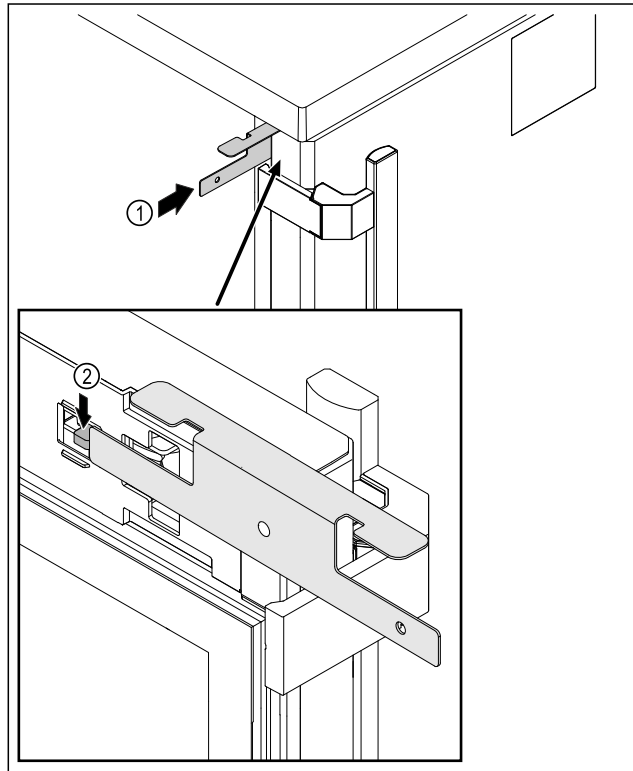

Fig. 221
- ▶ Notentriegelungsschlüssel Fig. 221 (1) zwischen Tür und Gerätekorpus einstecken.
- ▶ Schlosshaken Fig. 221 (2) in Richtung Scharnier drücken.